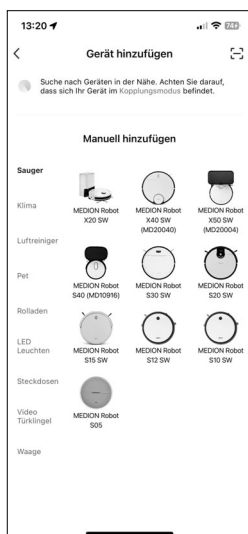

Abb. 2
- ▶ Wählen Sie in der Gerätekategorie **SAUGER** das Modell **MEDION Robot X50 SW (MD 20004)** aus (Abb. 2).